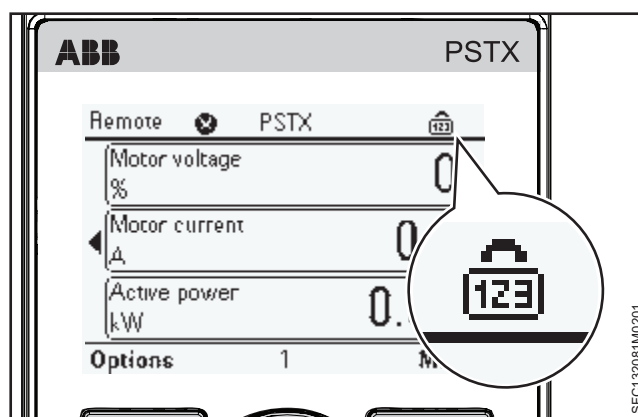

Abbildung 6.12
3. Parameter durch einen Sperrcode sperren, siehe **Abbildung 6.12**